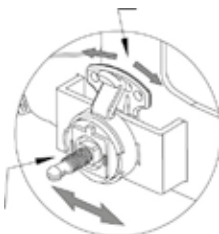

Abb. 8
• Stellen Sie den Sichtwinkel durch Lösen des Spannungsdrehknopfes auf der rechten Seite des Helmes ein. Lösen Sie den Einstellhebel und bewegen Sie ihn vorwärts oder rückwärts in die gewünschte Kippstellung. Der Helm rastet nach dem Loslassen des Hebels ein (Abb.8).